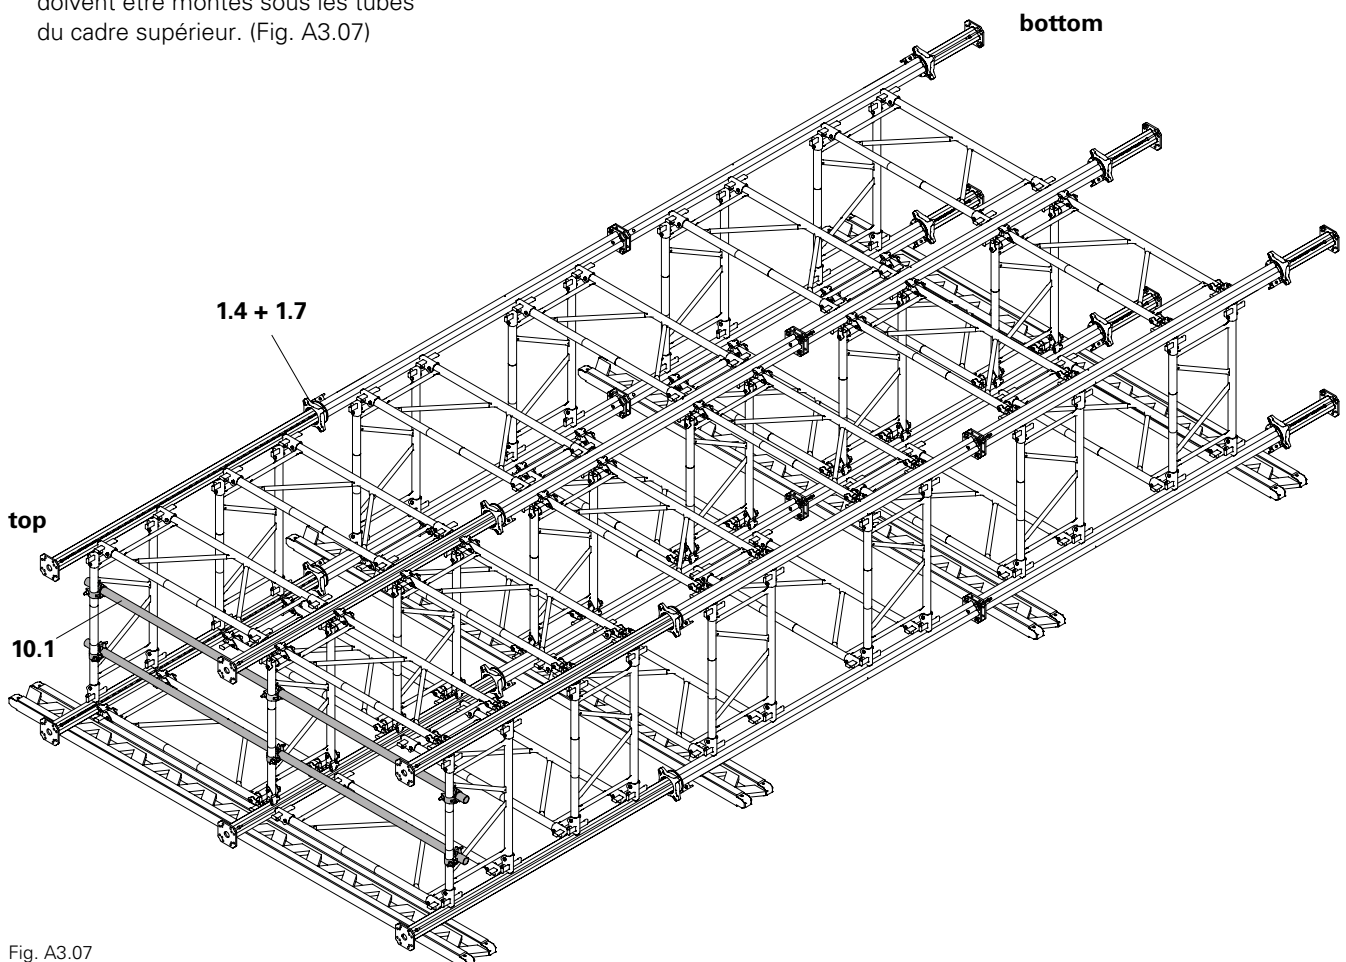

Fig. A3.07
- Pour l'appareil de levage de la grue, les tubes d'échafaudage (**10.1**) doivent être montés sous les tubes du cadre supérieur. (Fig. A3.07)